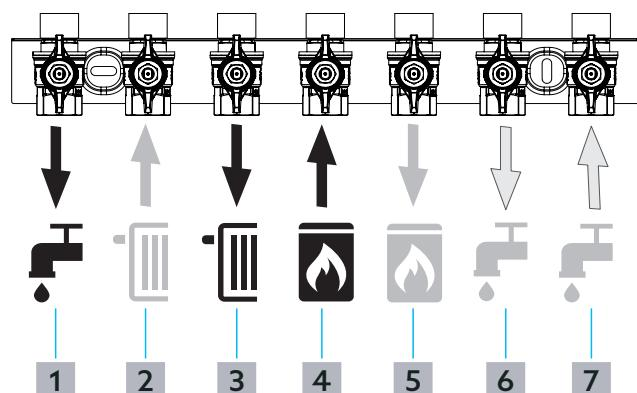

Fig. 10: Dispunerea racordurilor setului de racordare cu robineti sferici
- 3** Montați un inel de etanșare (vezi fig. 1 de la pag. 5 (7)) pe o țeavă flexibilă din inox (vezi fig. 1 de la pag. 5 (1)) și înșurubați țeava flexibilă pe adaptor (vezi fig. 1 de la pag. 5 (11) în racordul 3 (tur circuit de încălzire) (vezi fig. 10 de la pag. 10)).
- 5** Montați un inel de etanșare pe o țeavă flexibilă din inox și înșurubați țeava pe adaptor în racordul 2 (retur circuit de încălzire) (vezi fig. 10 de la pag. 10).